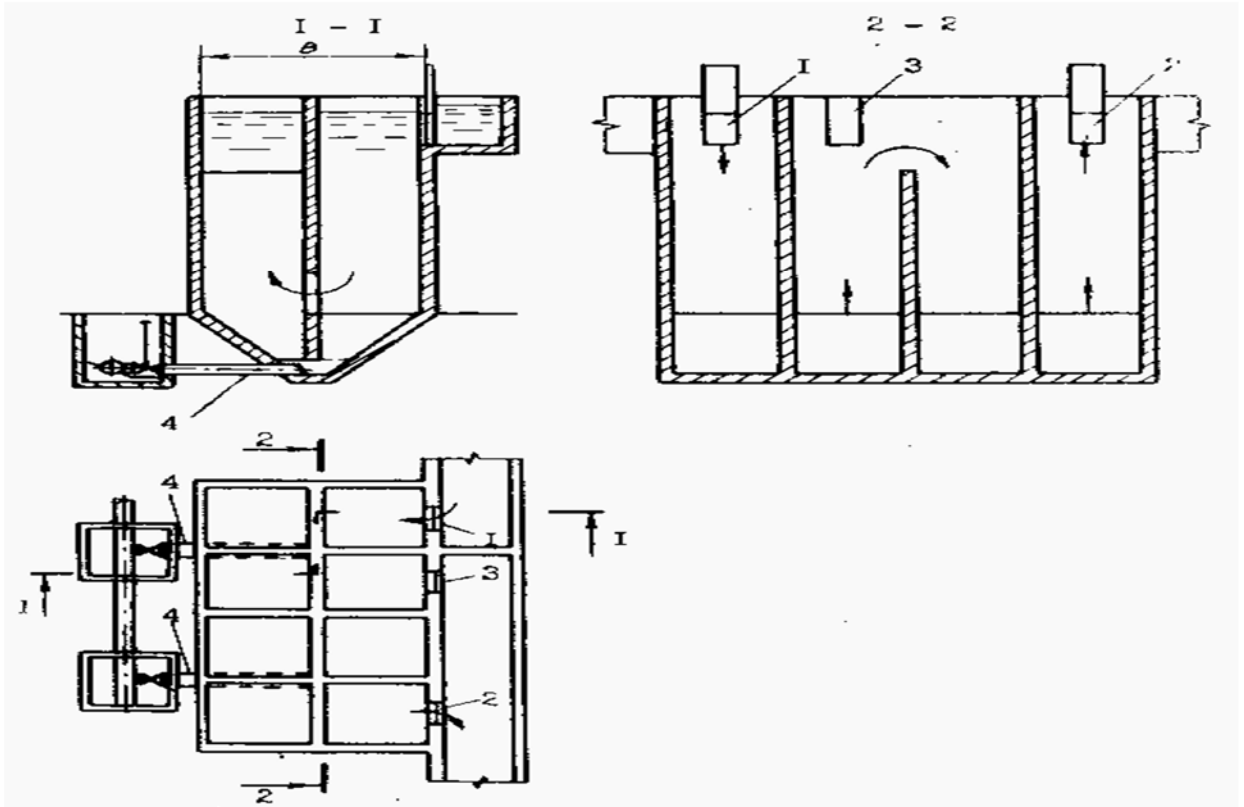

Рисунок 4. Перегородчата камера пластівцеутворення з вертикальним рухом води:
5.1.1. Розрахунок камери з вертикальною циркуляцією води (рис. 4).